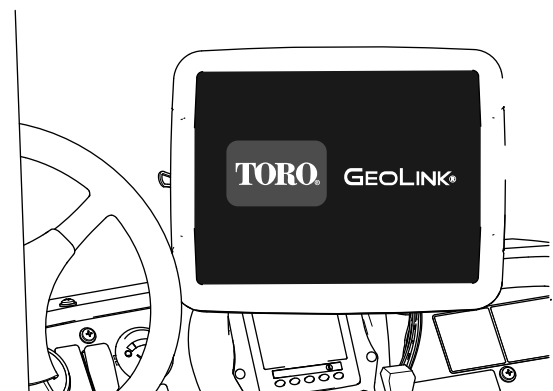

Figura 155
- Consola de controlo—mostra gráficos e texto (Figura 155)